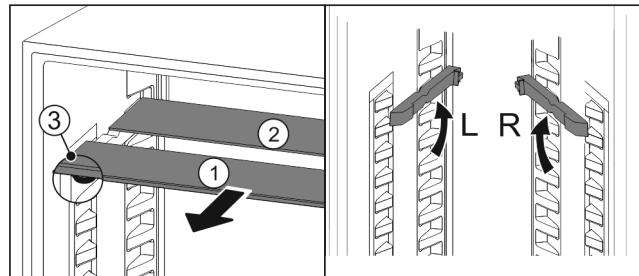

Fig. 24
- По одной извлеките Fig. 24 (1) стеклянные панели движением вперед.
► Стеклянная панель Fig. 24 (1) с декоративной планкой лежит спереди.
► Стопоры Fig. 24 (3) показывают вниз.